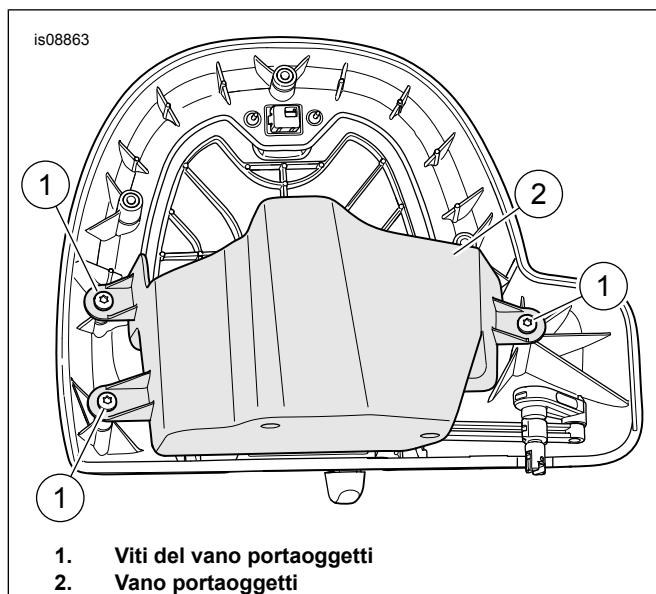

Figura 3. Viti del vano portaoggetti
3. Vedere Figura 3. Rimuovere le tre viti del vano portaoggetti. Rimuovere il gruppo del vano portaoggetti (2).